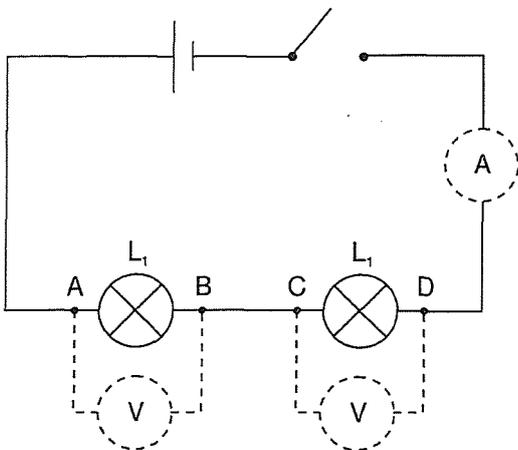

Figure 8.1
4.1. Réaliser le montage de la figure 8.1 **sans voltmètre** mais en connectant l'ampèremètre (calibre 50 mA)* en série dans le circuit. **Attention au sens de raccordement de l'ampèremètre!**
| 4.1 à 4.3 | 2 ampoules L_1 en série (figure 8.1) | | | | | |
5.2. La première ligne du tableau permet d'établir une relation simple entre U , U_1 et U_2 dans le montage de la figure 8.1. Laquelle?